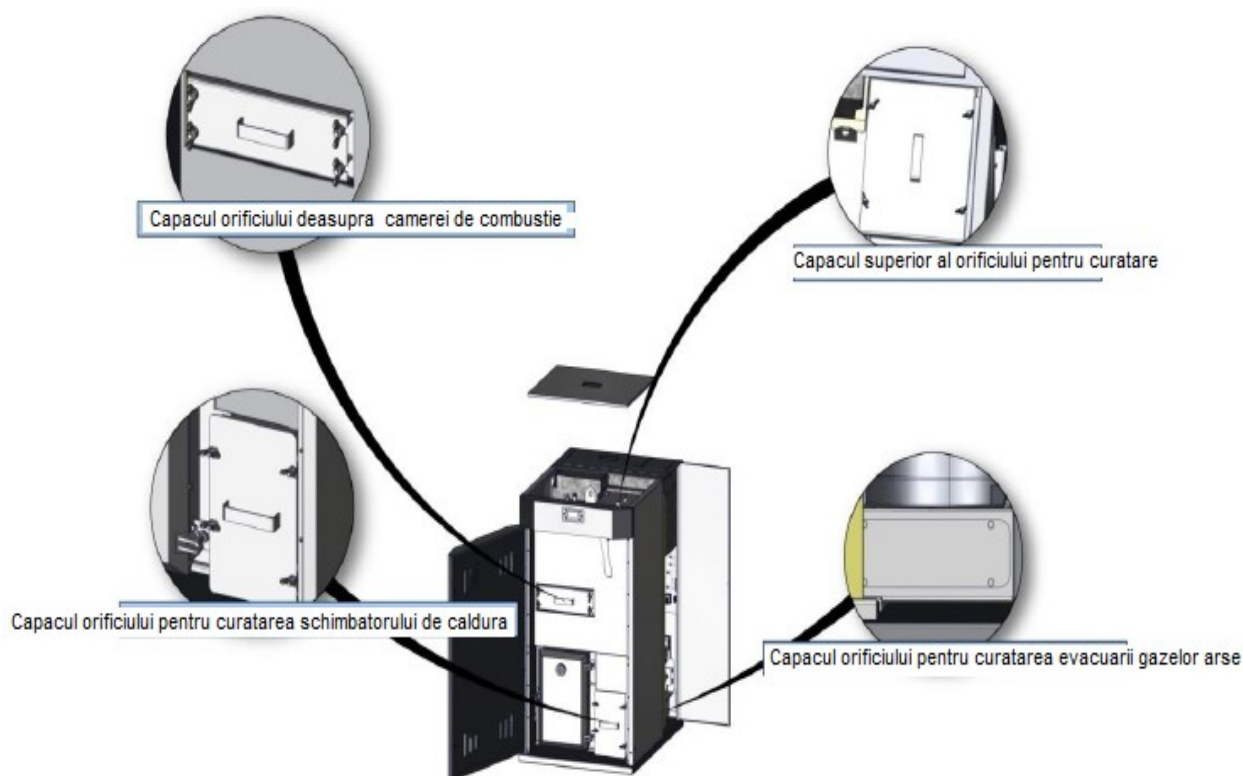
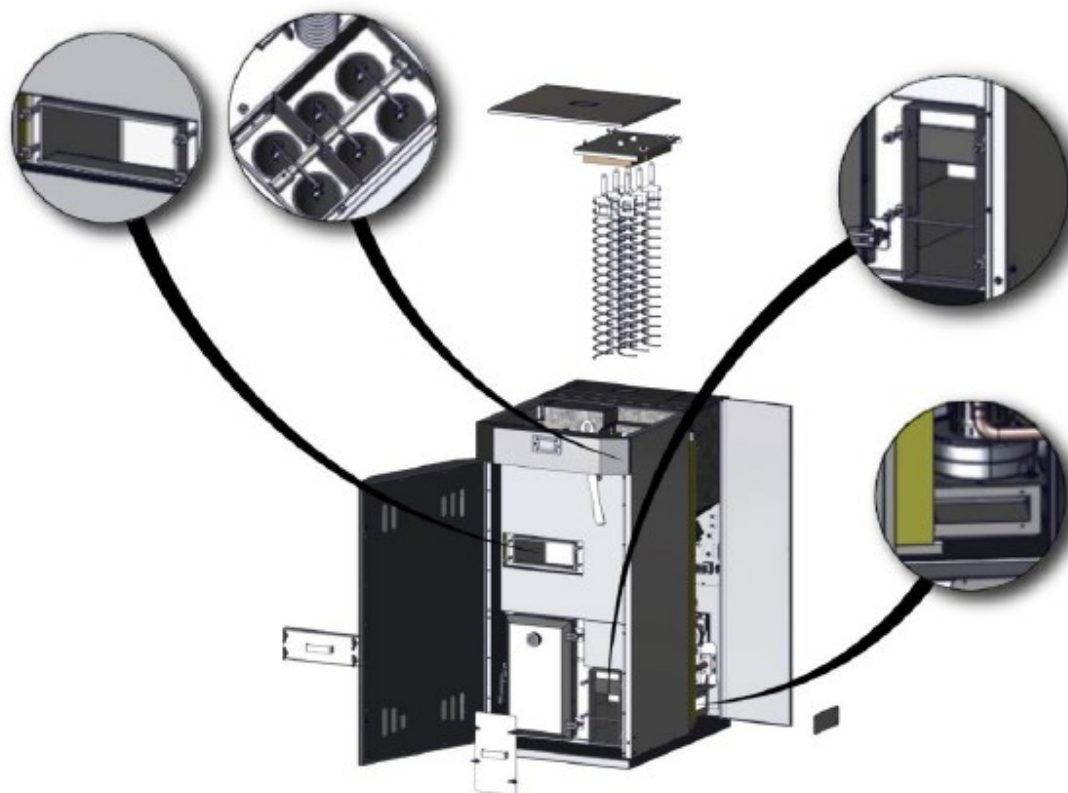

Figura 26. Capace pentru orificiile de inspectie necesare pentru curatarea cazanului
Figura 27. Orificiile de inspectie necesare pentru curatare
- Curatarea periodica a cazanului include curatarea drumurilor de fum din interiorul cazanului. Pentru a efectua aceasta operatiune, se efectueaza asa zisa curatare a orificiilor de pe cazan (figura 26 si figura 27). Deschideti capacul superior al mantalei pentru curatare, curatati spatiul din jurul mecanismului pentru a curata tevile schimbatorului de caldura; in timpul efectuarii operatiilor periodice de service o data pe an, trebuie indepartat gudronul si funiginea de pe sicanele de dirijare si intreaga suprafata a cazanului.